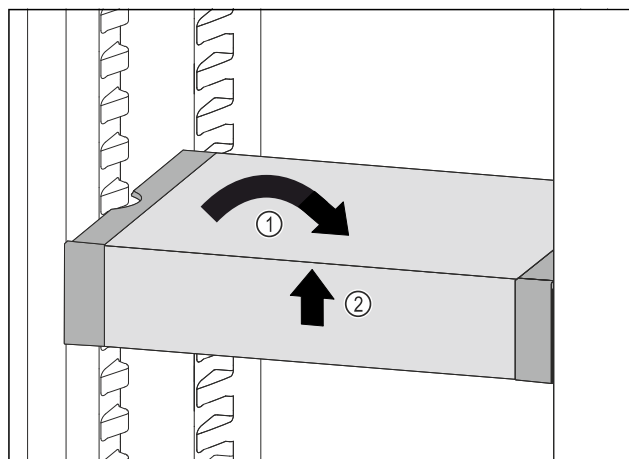

Fig. 130
- ▶ Remettre le VarioSafe droit. Fig. 130 (1)
- ▶ Soulever la partie avant du VarioSafe. Fig. 130 (2)